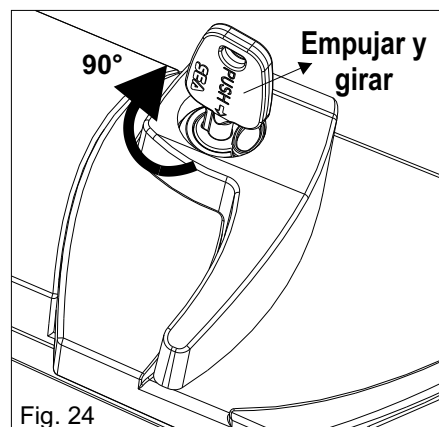

Fig. 24
- 2) Insertar la llave, empujar y girarla 90° en sentido horario (fig.24);